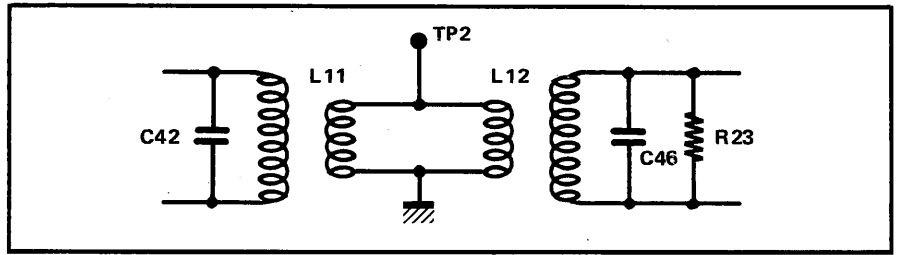

Fig. 4. — Schéma d'origine.
- A l'origine, le schéma se présente suivant le schéma de la figure 4.